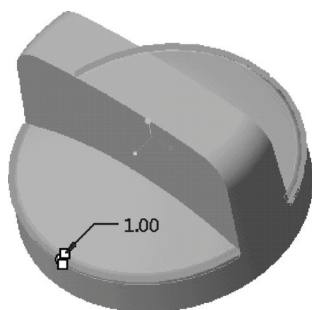

图 12-13 选择倒圆角 2 的边参考
- 3) 结合〈Ctrl〉键选择如图 12-13 所示的边线。